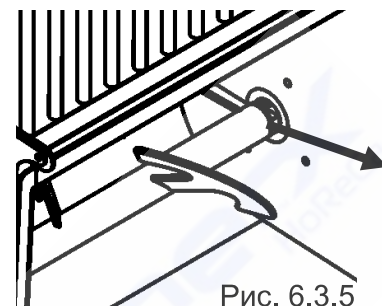

Рис. 6.3.5
- Переконайтеся, що лопаті розташовані таким чином, щоб мати необхідний простір для їх витягування. Рис. 6.3.5